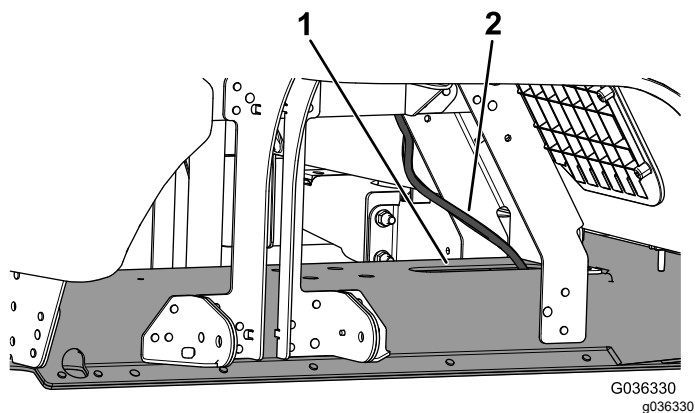

Figure 7
5. Faites passer le flexible du kit par l'ouverture en haut du profilé du cadre (Figure 7).